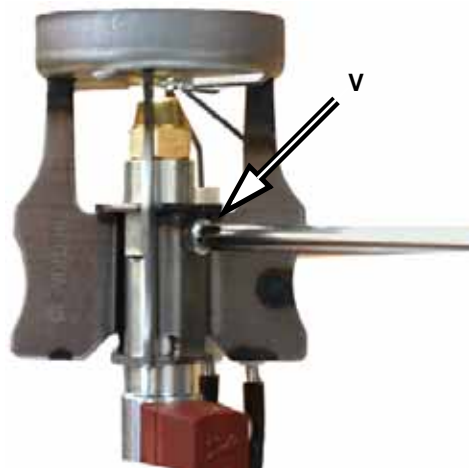
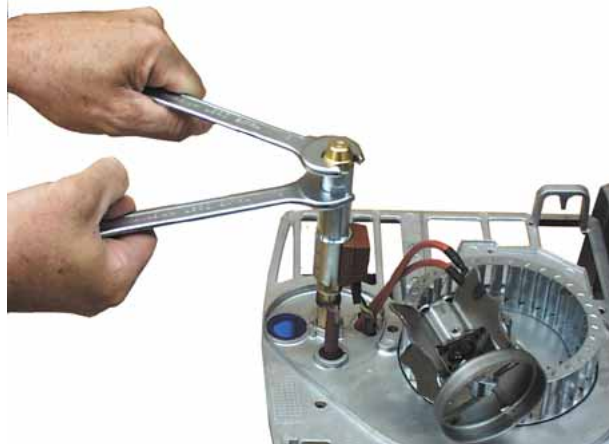

Рис. 15
Рис. 16
- Отвинтить винт **V**, который крепит голову сгорания, и отсоединить голову сгорания от держателя форсунки (Рис. 15 и Рис. 16)
- Поставьте на место голову сгорания, соблюдая снятый ранее размер **A**, не забывая застопорить винт **V** (Рис. 15).